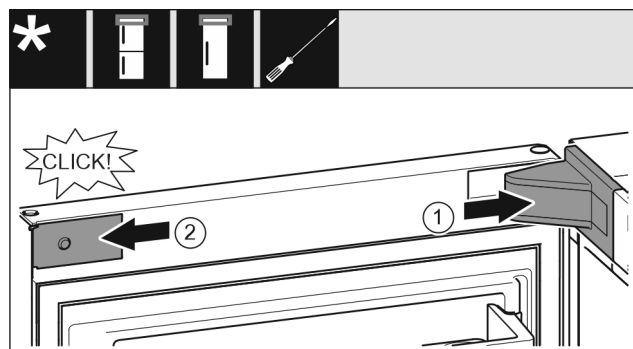

Fig. 27
- ▶ Τοποθετήστε και κουμπώστε το κάλυμμα του στηρίγματος Fig. 27 (1), ενδεχ. ξεκουμπώστε προσεκτικά.
- ▶ Εφαρμόστε στο πλάι το διακοσμητικό κάλυμμα Fig. 27 (2) και κουμπώστε το.